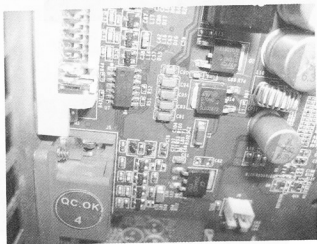

图 5-42 显卡接口供电 7805
(1) 在使用主板蜂鸣器时发现报警一声，应该是主板识别到了显卡。此类故障一般为显卡的输出电路部分问题导致。观察显卡的输出接口电路（见图 5-42），有个 7805 芯片，测量出其有 5V 输出，说明输出接口电路正常。